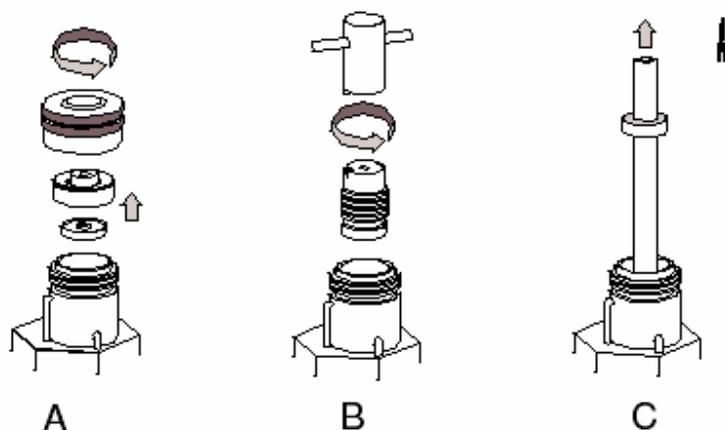

图 2-19:更换和清洗衬管 (1)
6. 用 GC 提供的专用衬管帽扳手旋开衬管帽。如图 2-19 中 B
7. 用镊子取出带有石墨环的衬管。如图 2-19 中 C